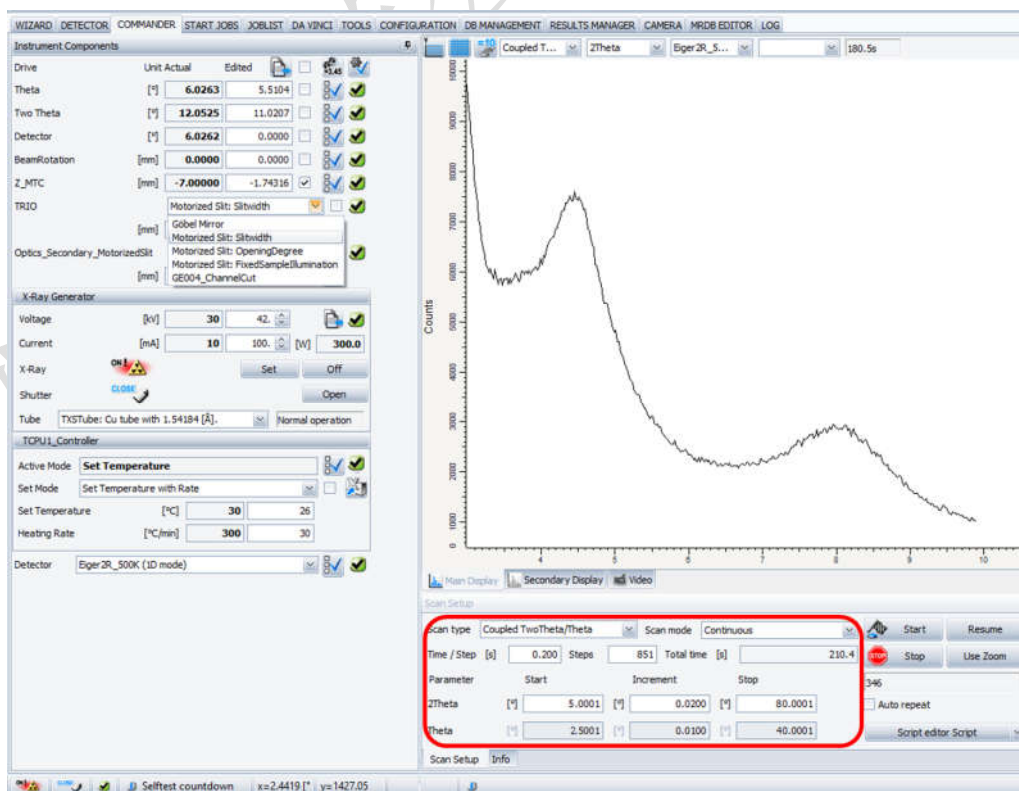

图 6-10 Coupled TwoTheta/Theta 扫描参数及结果
①Coupled TwoTheta/Theta: 最大范围 5 ~ 100° , step size 0.02°/step (图 6-10);